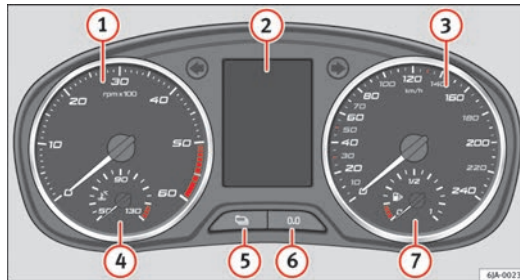

Abb. 31 Kombi-Instrument
Der rote Skalenbereich des Drehzahlmessers ① ⇒ Abb. 31 ⇒ Seite 57 zeigt den Bereich an, in dem das Motorsteuergerät die Beschränkung der Motordrehzahl beginnt. Das Motorsteuergerät reduziert die Drehzahl auf einen sicheren Grenzwert.
Die Kühlmitteltemperaturanzeige  ⇒ Abb. 31 ⇒ Seite 57 arbeitet nur bei eingeschalteter Zündung.
Die Kraftstoffvorratsanzeige  ⇒ Abb. 31 ⇒ Seite 57 funktioniert nur bei eingeschalteter Zündung.
⇒ Abb. 31 ⇒ Seite 57.
Die verbleibende Restlaufstrecke und Tage bis zum Inspektionsservice können jederzeit bei eingeschalteter Zündung durch Drücken der Taste  eingeblendet werden ⇒ Abb. 31 ⇒ Seite 57.
Durch Drücken der Taste **6** ⇒ Abb. 31 kann das Zurücksetzen der Serviceintervall-Anzeige vorgenommen werden ⇒ Seite 57.
Die Einstellung der Uhr erfolgt mit den Tasten **5** bis **6** ⇒ Abb. 31 ⇒ Seite 57.